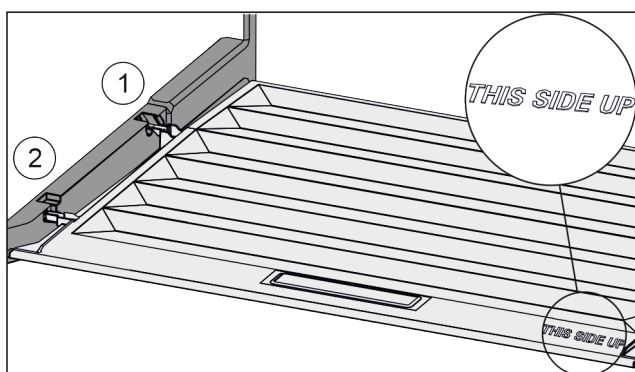

Fig. 54
- ▶ Anbring dækslets tæppe over åbningen i den bageste holder Fig. 54 (1), og lad dem gå i indgreb i forreste holder Fig. 54 (2).